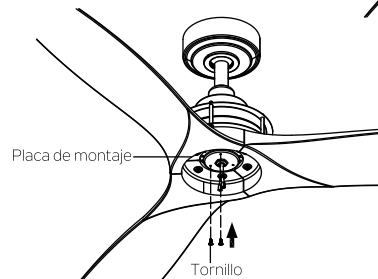

Fig. 23
Paso 3. Vuelva a instalar dos tornillos en la placa de montaje (no ajuste estos dos tornillos). (Fig. 23)